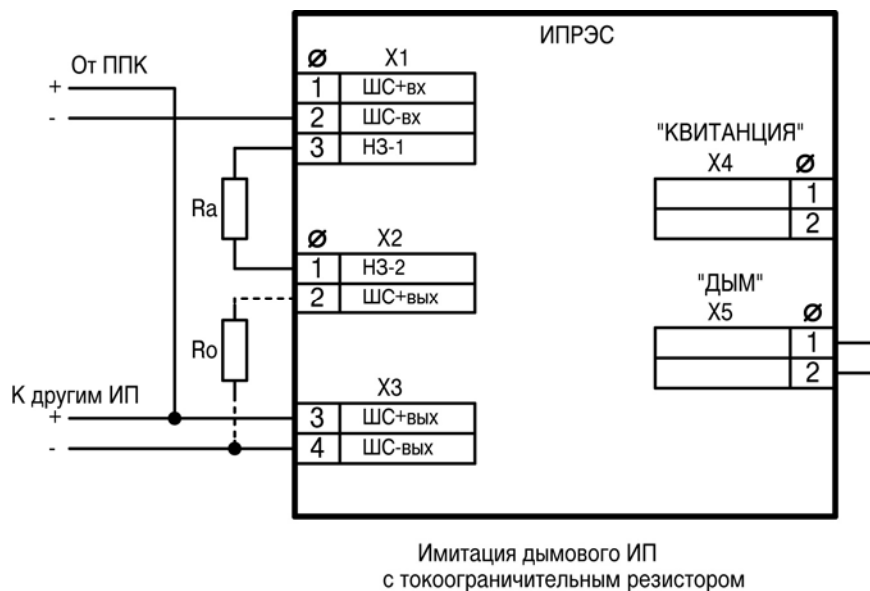

Рисунок. 6.4
6.11. Схема подключения извещателя в варианте 3 приведена на Рис.6.4.